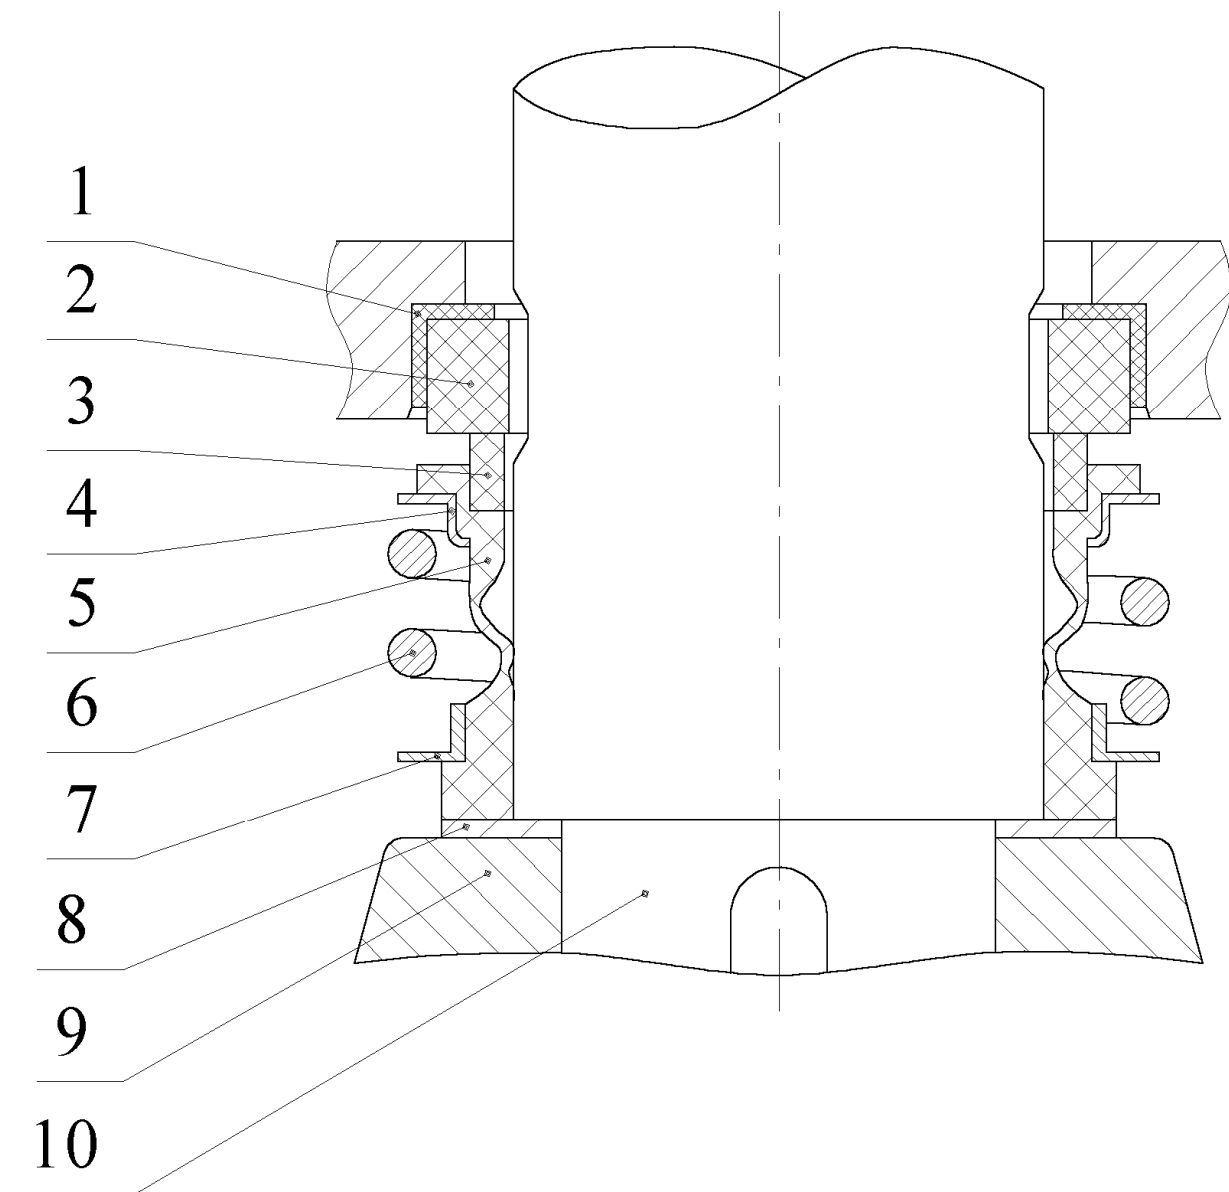

Рис. 2. Торцовое уплотнение.
Конструкция СТУ представлена на рис. 2. СТУ является самостоятельным отдельно поставляемым узлом.
7. Снять с вала вращающуюся часть СТУ (рис.2).
12. Снять уплотнительное и неподвижное кольца торцового уплотнения поз 1 и 2 рис. 2 и при необходимости зачистить посадочное место от твердого налета продукта не нарушая размеров и чистоты обработки.